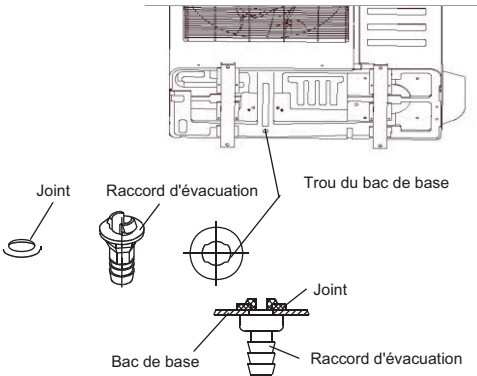

Fig. 13 – Raccord de flexible d'évacuation
- Serrez complètement les écrous évasés A, B, C et D, branchez le flexible de l'ensemble de manomètres à un orifice de charge de la valve de service côté basse pression (voir fig. 13).